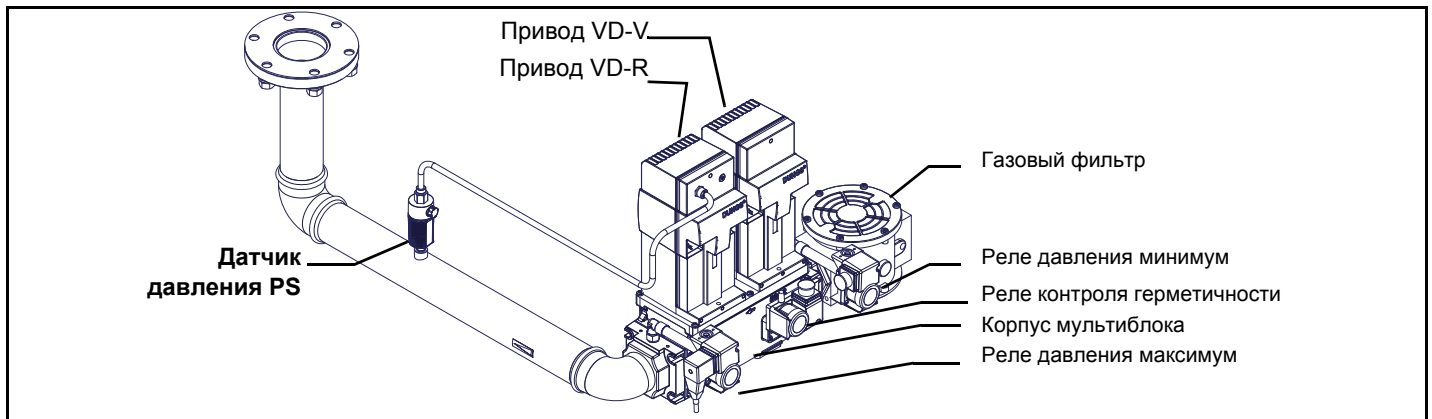

Рис. 5 - Пример газовой рампы
ВНИМАНИЕ: после монтажа газовой рампy согласно схеме на Рис. 5, необходимо провести тестирование на герметичность газового контура, согласно требований действующих нормативов.
- 1 - б) при фланцевых соединениях: между соседними компонентами устанавливать прокладку (1A..1E - Рис. 5), совместимую с используемым газом,
ВНИМАНИЕ: после монтажа газовой рампы согласно схеме на Рис. 5, необходимо провести тестирование на герметичность газового контура, согласно требований действующих нормативов.